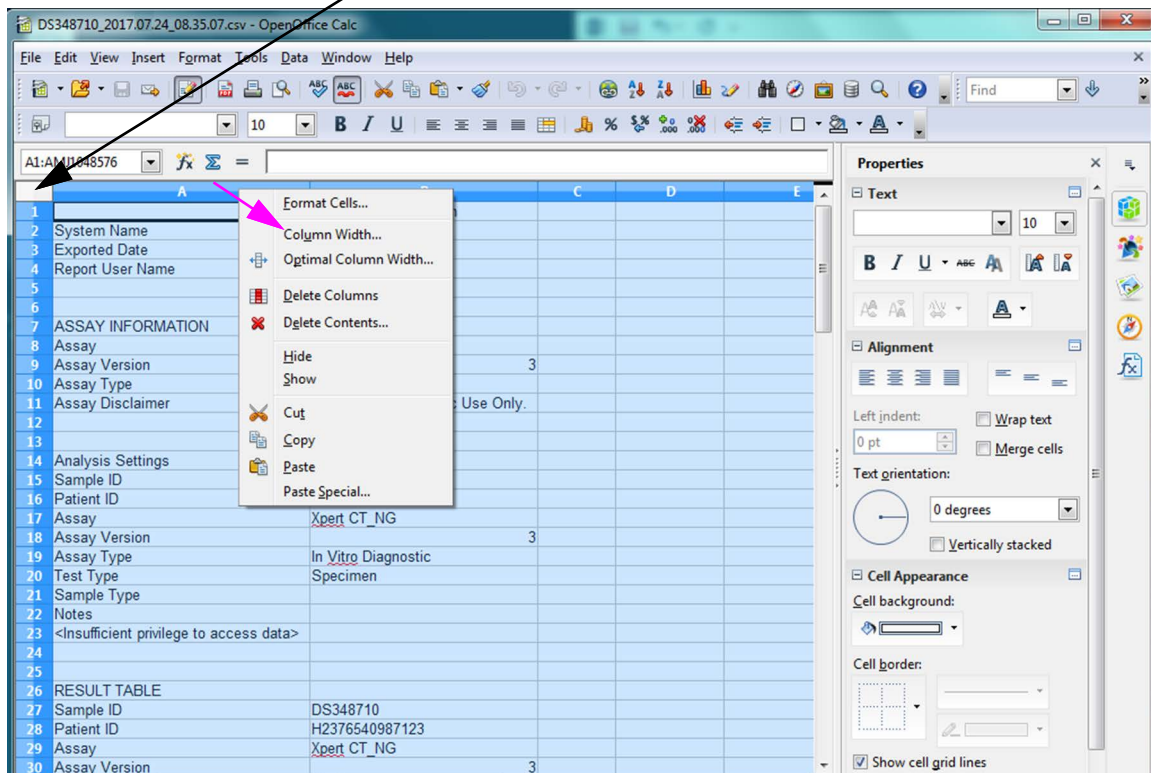

Abbildung D-6. Dropdown-Menü zur Auswahl der Spaltenbreite
8. Klicken Sie mit der rechten Maustaste auf die Spaltenüberschrift. Rechts von der Spalte wird ein Dropdown-Menü angezeigt (siehe Abbildung D-6).